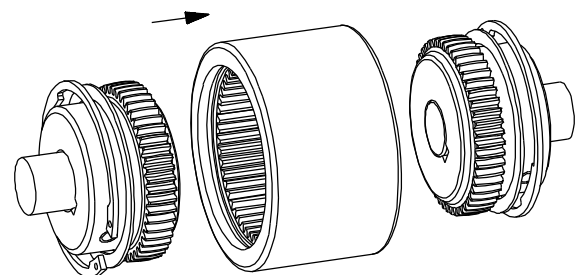

Bild 4.2
- Setzen Sie die Kupplungshülse auf die Verzahnung einer Kupplungsnabe. (siehe Bild 4.2)